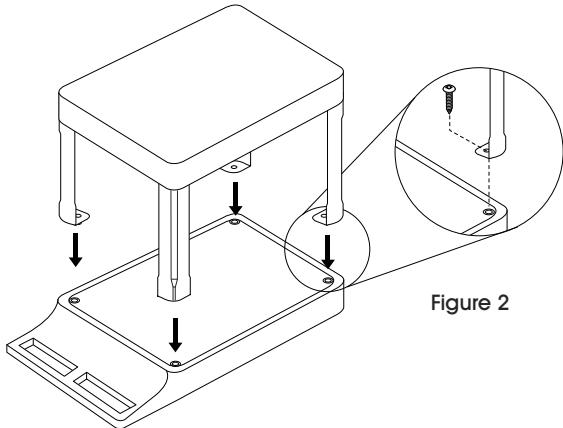

Figure 2
2. Flip bottom shelf over and screw legs into underside of top shelf using four screws. (See Figure 2)
- Retournez la tablette inférieure et vissez les pieds dans le dessous de la tablette supérieure avec quatre vis. (Voir Figure 2)